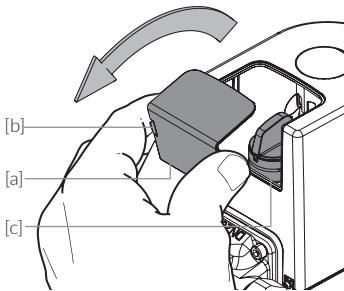

Abb. 8.1
- / Abb. 8.1: Klappe [a] lösen durch leichten Druck auf die beiden Schnapphaken [b] am äußeren Rand. Klappe entfernen.